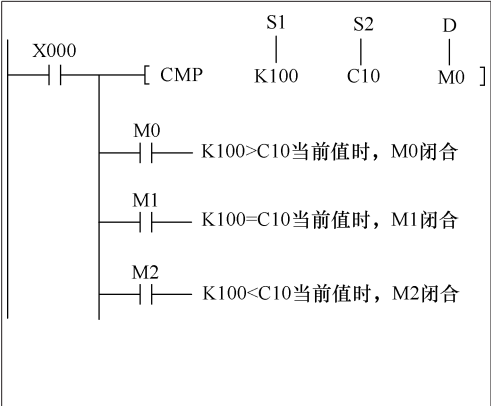

图 6-14 比较指令的使用
- (2) 使用说明
- 比较指令的使用如图 6-14 所示。CMP 指令有两个源操作数 K100、C10 和一个目标操作数 M0（位元件），当常开触点 X000 闭合时，CMP 指令执行，将源操作数 K100 和计数器 C10 当前值进行比较，根据比较结果来驱动目标操作数指定的三个连号位元件，若 K100 > C10，M0 常开触点闭合，若 K100 = C10，M1 常开触点闭合，若 K100 < C10，M2 常开触点闭合。